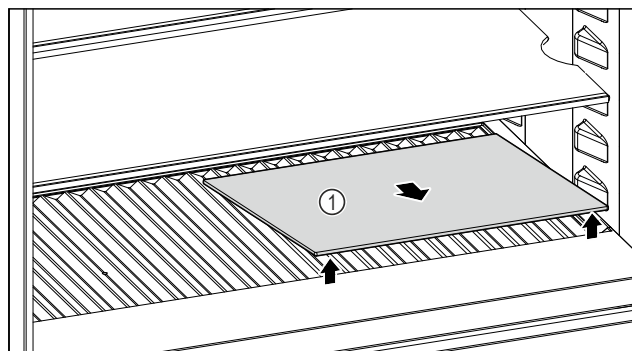

Fig. 206
- Glasplatte Fig. 206 (1) an der Aussparung vorne anheben und herausnehmen.
► Glasplatte Fig. 206 (1) außerhalb des Geräts sicher aufbewahren.